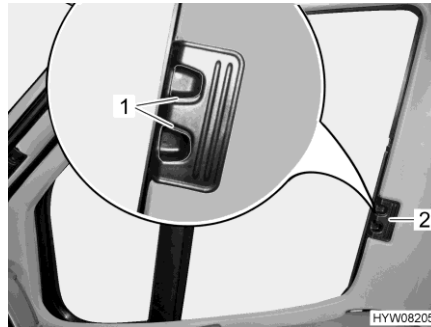

Fig. 109 Estor plegable (ventana del conductor/acompañante)
- Presionar los tiradores de desbloqueo (Fig. 109,1) y mantenerlos presionados.
- Cerrar los estores plegables para la ventana del conductor y la ventana del acompañante tirando en el tirador (Fig. 109,2) hacia el otro lado de la ventana y uniéndolos en las tiras magnéticas.
- Introducir los estores plegables para la ventana del conductor y la ventana del acompañante hasta el tope desplazando el tirador (Fig. 109,2).
- Soltar los tiradores de desbloqueo (Fig. 109,1) y dejar que engatillen.